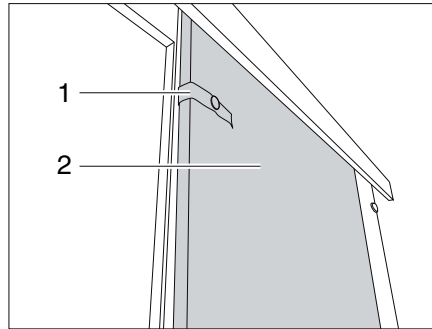

Fig. 238 Porte coulissante
- Détacher la bande de sécurité (Fig. 238,1).
- Tirer la porte coulissante (Fig. 238,2) en position de fermeture.
- Amener la porte coulissante (Fig. 238,2) dans la position d'ouverture.
- Fixer la porte coulissante avec la bande de sécurité (Fig. 238,1).